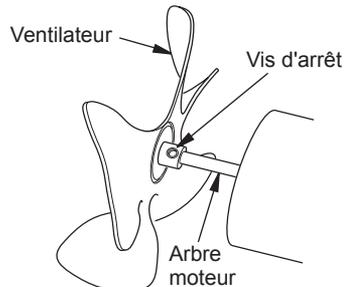

Figure 8 - Emplacement du ventilateur, de l'arbre moteur et des vis d'arrêt
- Replacez le ventilateur sur l'arbre moteur. Assurez-vous que la vis d'arrêt touche l'arrière de la surface plane de l'arbre du moteur (voir figure 8).